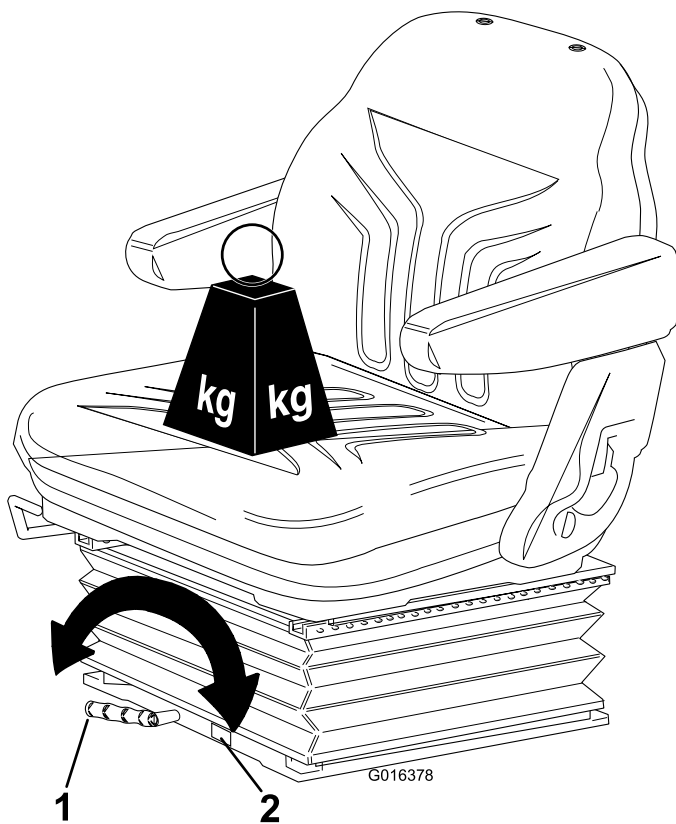

Bild 13
- **Anpassung an das Bedienergewicht:** Drehen Sie den Griff nach rechts, um die Festigkeit der Federung zu erhöhen und nach links, um die Festigkeit zu verringern. Die Skala zeigt an, wenn die optimale Federungsanpassung auf das Bedienergewicht (kg) erreicht ist, siehe Bild 13.